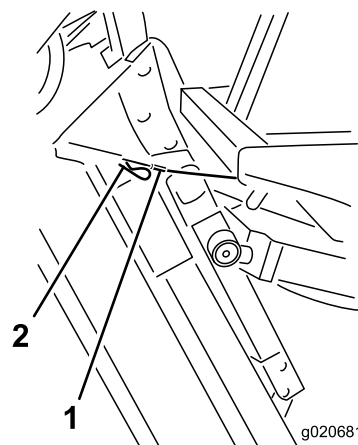

Figura 99
6. Sujetando la unidad de corte en posición vertical, coloque el extremo del cable sobre el pasador del brazo de elevación de la unidad de corte y fíjelo con el pasador de horquilla (**Figura 99**).